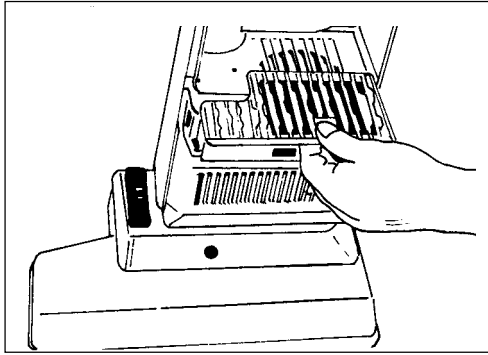

Figure 18
**NOTE:** Install the filter cover with the opening toward the back of the tank housing. See figure 18.
**NOTE : La grille de protection doit être installée avec l'ouverture vers l'arrière du réservoir d'aspiration. Voir figure 18.**